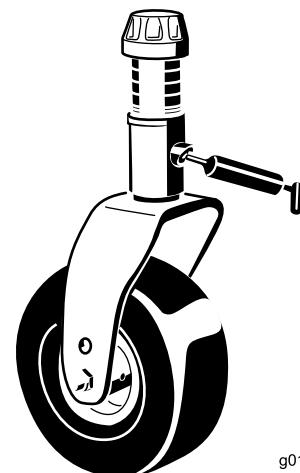

Figura 68
- 1 boccola dell'albero della forcella della ruota orientabile (Figura 68)